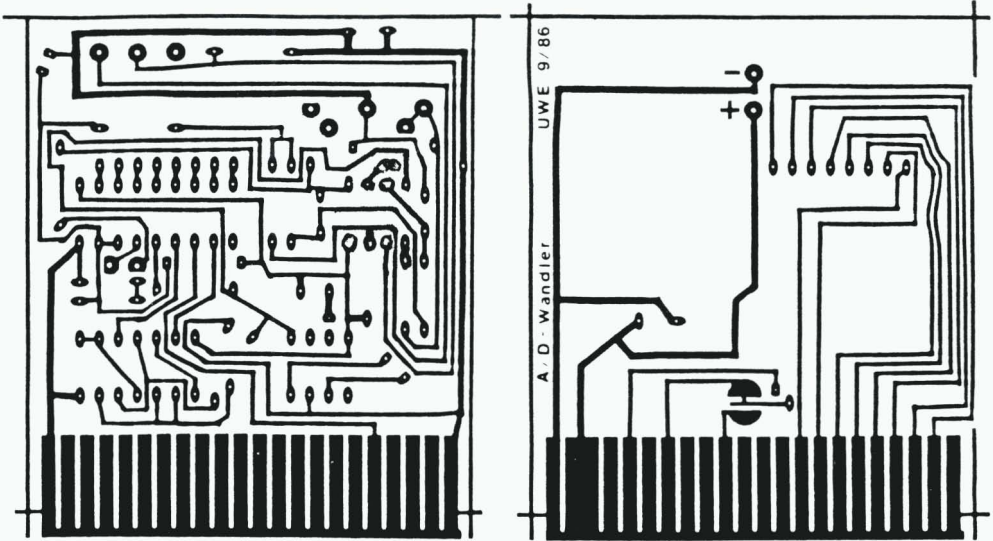
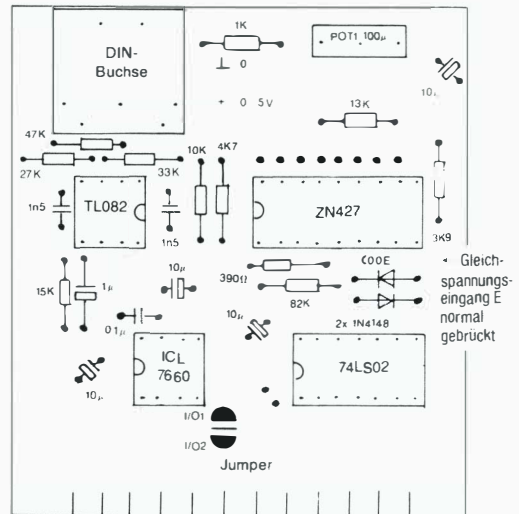

Bild 6.17: Platinenlayout für die A/D-Wandlerkarte
Bild 6.18: Bestückung der A/D-Wandlerkarte
Bild 6.17 zeigt die doppelseitig ausgeführte Platine des Analog/Digital-Wandlers. Obwohl ihr Schaltplan (Bild 6.14) recht unscheinbar aussieht, ist sie dicht bepackt und enthält vor allem viele Leiterbahnen. Richten Sie sich beim Herstellen der Platine und beim Bestücken (Bild 6.18) nach den Hinweisen im Anhang A. Tabelle 6.8 gibt die benötigten Bauteile an.
- 1 doppelseitige Platine nach Bild 6.17